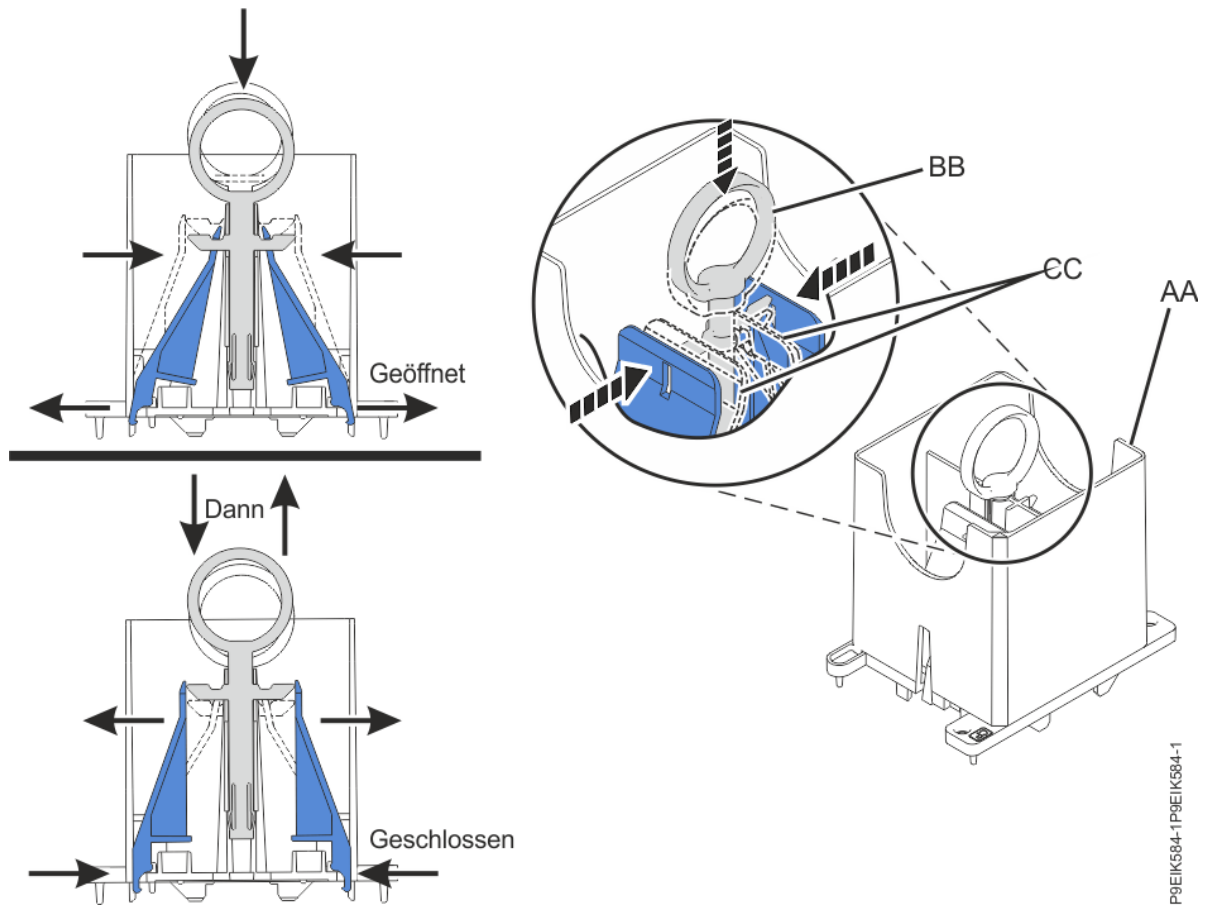

Abbildung 14. Sicherstellen, dass das Ausbauwerkzeug in der geöffneten Position ist
- a) Stellen Sie sicher, dass das Ausbauwerkzeug in der geöffneten Position ist (siehe Abbildung 14 auf Seite 17). Der mittlere Ring muss nach unten gedrückt werden und die blauen Hebel müssen nach innen gedreht werden.